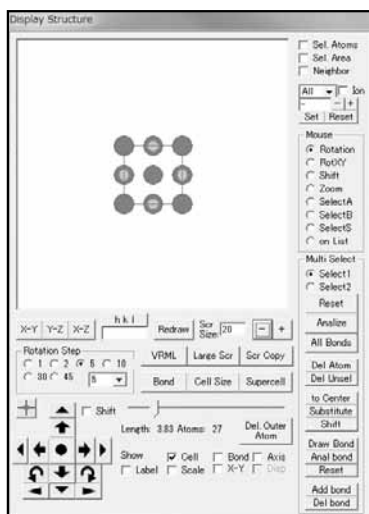

図 5.8 炭素を原点にして、スライダーバーにより表示原子を 27 原子にした場合
8. Display Structure 画面のスライダーバーで表示させる原子数を調整します。右端で最大になり、左に動かすと図 5.8 のように原点からの距離に従って表示される原子数が減少します。全体の原子数が多くスライダーで細かく原子数を調整するのが難しい場合は、[Del. Outer Atom] をクリックすることにより、現在表示されている原子数が最大値になり、細かく原子数を調整することができます。